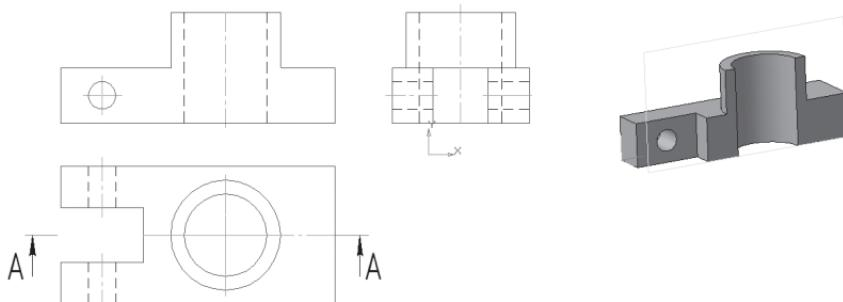

Рис. 331
- укажите редактируемый участок (мишень мыши находится между соответствующими точками на линии, которую необходимо удалить). Щелчком ЛКМ удалите ненужные участки (контуры, расположенные перед плоскостью сечения и не изображают) – рис. 331;